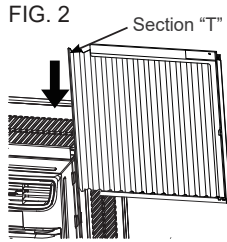

FIG. 2
- Glissez la section "T" à extrémité libre du panneau directement dans le boîtier comme indiqué dans la FIG. 2. Glissez le panneau vers le bas. Assurez-vous de laisser assez d'espace pour glisser le haut et le bas du cadre dans les rails du boîtier.